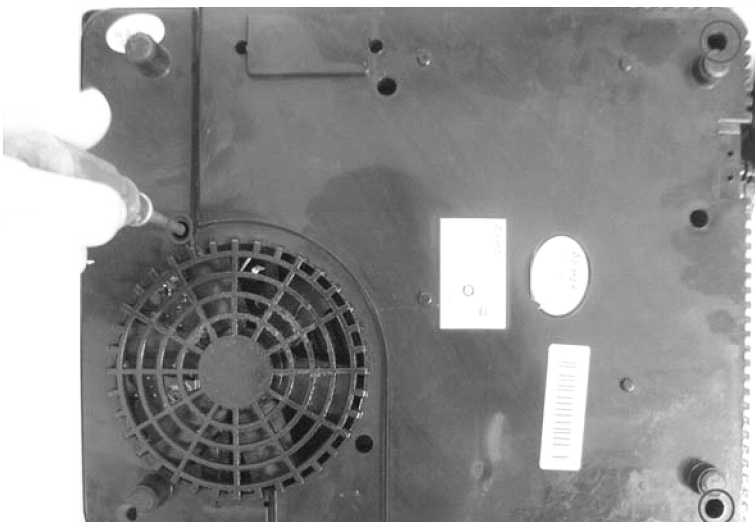

图 3-9 用螺钉旋具卸下上盖的固定螺钉
- 1) 把电磁炉倒置于工作台上，用螺钉旋具卸下上盖的固定螺钉，如图 3-9 所示。